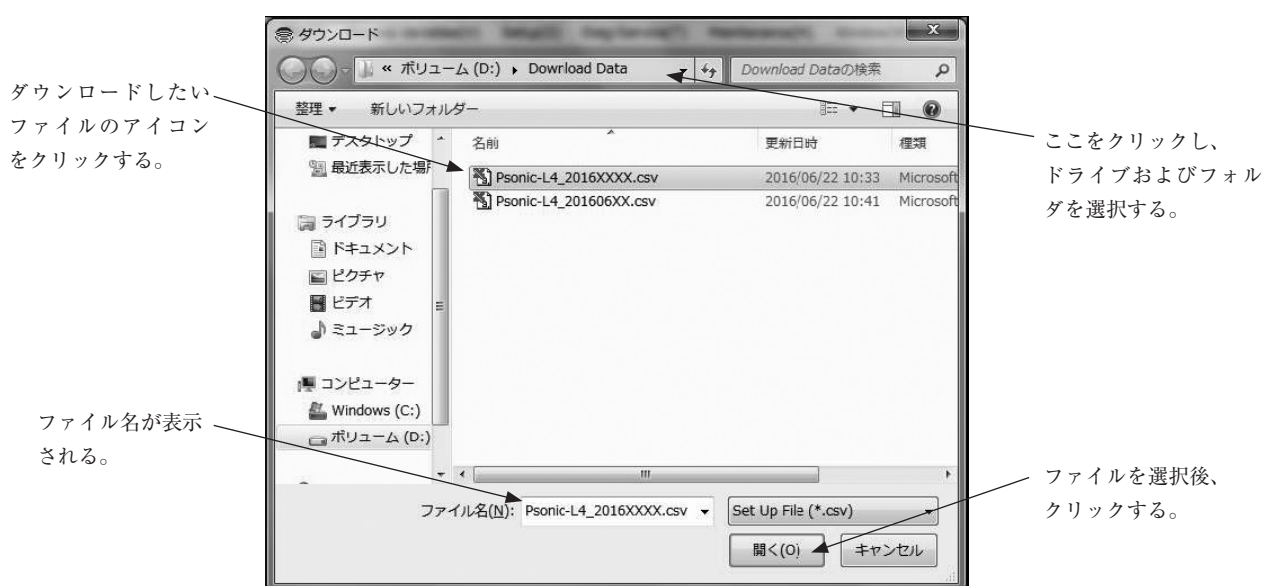

図3-89
- ① ダウンロードする場合は現在流量計に設定されているパラメータの確認を行い、対象となる流量計かどうか確認してから行ってください。
- ② 流量计の確認が終了したら、ダウンロードしたいファイルを読み出します。
- ③ メニューの「File (F)」をクリックし、「Database (F)」のドロップダウンリストの中から「Download (D)」を再度クリックします。
- ④ コモンダイアログ (図3-89) が表示されます。ダウンロードするファイルが格納されているドライブおよび、フォルダをドロップダウンリストにて選択します。
- ⑤ ダウンロードするファイルをクリックし、選択します。「ファイル名 (N)」を確認し、「開く (O)」ボタンをクリックします。ファイルをダウンロードせずに終了する場合は「キャンセル」ボタンをクリックします。